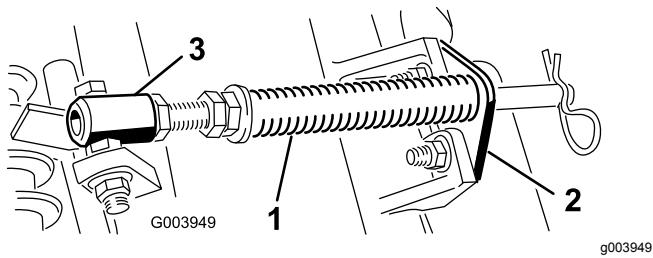

Bild 4
- A. Nehmen Sie die zwei Schlossschrauben und Muttern ab, mit denen die Stangenhalterung an den Nasen der Schneideeinheit befestigt ist (Bild 4).
- B. Nehmen Sie die Bundmutter ab, mit denen die Schraube des Federrohrs an der Nase des Trägerrahmens befestigt ist (Bild 4). Nehmen Sie das ganze Teil ab.